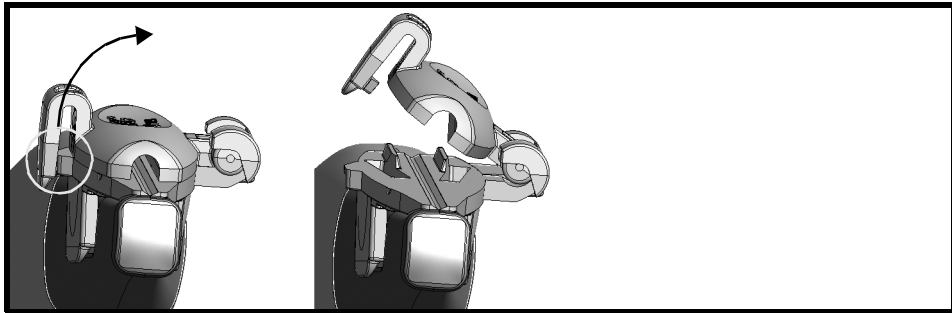

图 6。按下即可在 N11C5s 上释放穿刺架。
- 1 使用左手握住探头。右手仔细向侧面推动穿刺架插件，直到打开，见图 6。